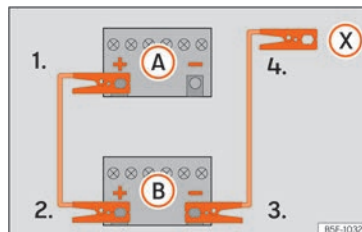

Abb. 43 Anschlussschema für Fahrzeuge ohne Start-Stopp-System.
Fahrzeugs mit der entladenen Fahrzeugbatterie (A) » Abb. 43.
3. Klemmen Sie das andere Ende des roten Starthilfekabels an den Pluspol (+) des Strom gebenden Fahrzeugs (B).
- 4a. Bei Fahrzeugen ohne Start-Stopp-System: klemmen Sie ein Ende des schwarzen Starthilfekabels an den Minuspol (-) des stromgebenden Fahrzeugs (B) » Abb. 43.